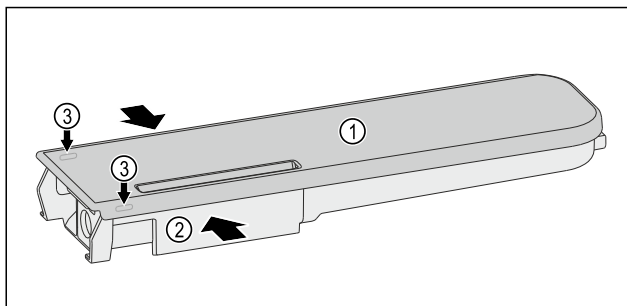

Fig. 123
- Pres vandbeholderen Fig. 123 (2) sammen, og vip forsigtigt låget op Fig. 123 (1) via låsetapperne Fig. 123 (3), og træk det op.
- Bevæg låget Fig. 123 (1) let frem og tilbage, og tag det op og ud.